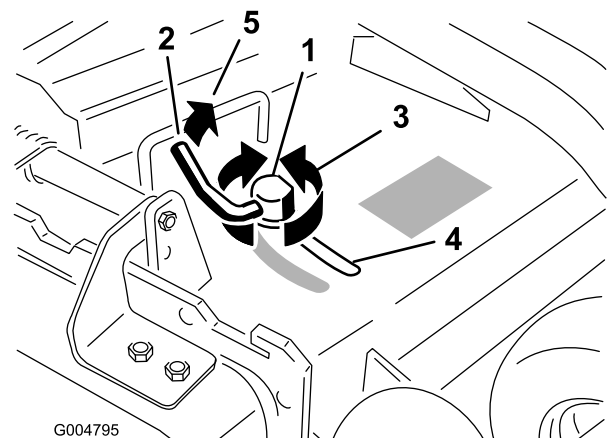

Figure 20
- Pour régler le verrou à came, soulevez le levier pour desserrer le verrou (Figure 20).
- Repoussez le levier à sa position d'origine pour serrer le déflecteur et le verrou (Figure 20).